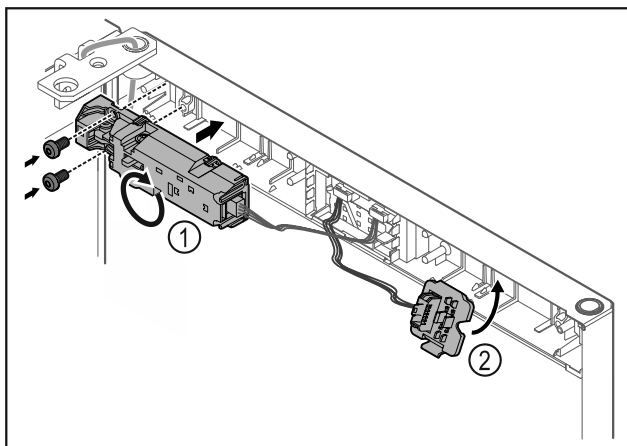

Fig. 23
- Obrócić o 180° zdalną blokadę Fig. 23 (1) i zamocować po drugiej stronie.
- Zatrzasnąć uchwyt wtyczki Fig. 23 (2) po przeciwnej stronie.